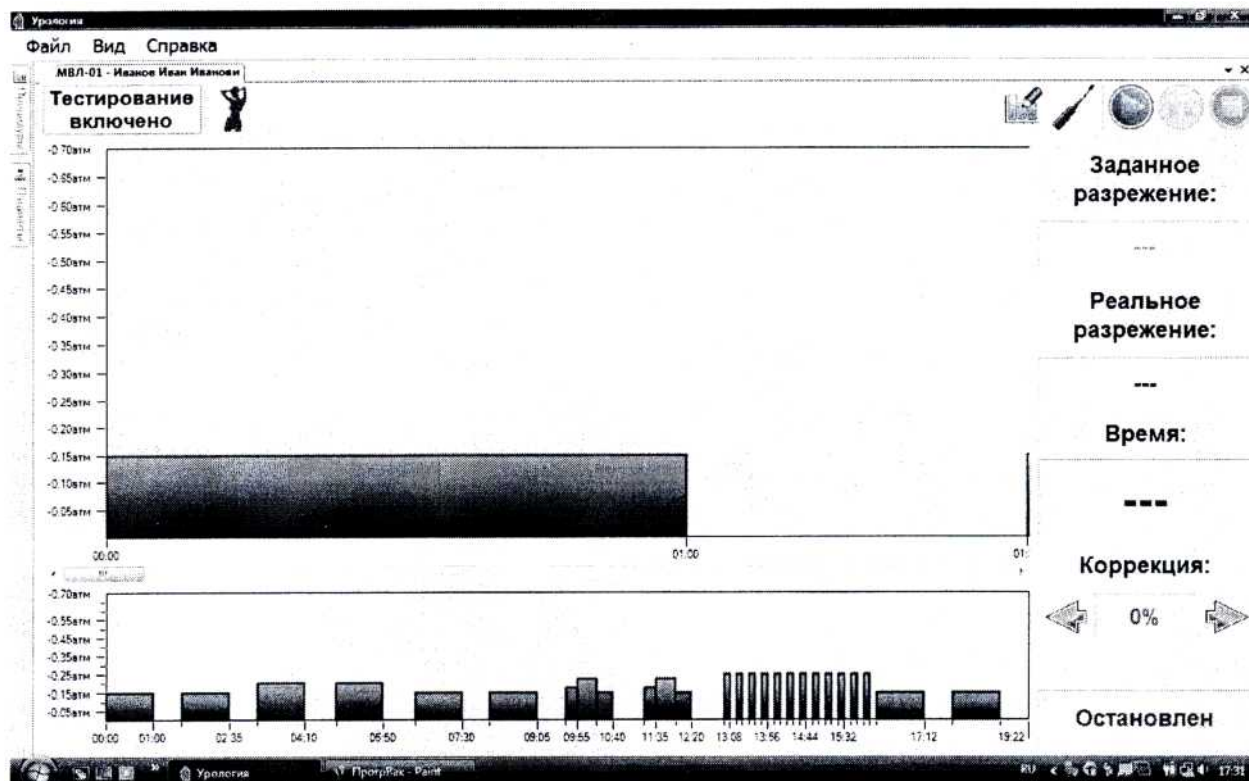

Рис. 9 Главное окно процедуры АМВЛ-01
8.9.6. Выберите нужную программу и щелкните по ее изображению мышкой. На экране появится главное окно процедуры Рис.9